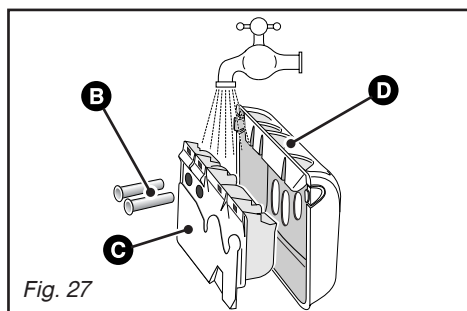

Fig. 27
- retirez les siphons **B** situés à l'arrière de la boîte **C** et séparez cette dernière de son enjoliveur avant **D** (Fig. 27)